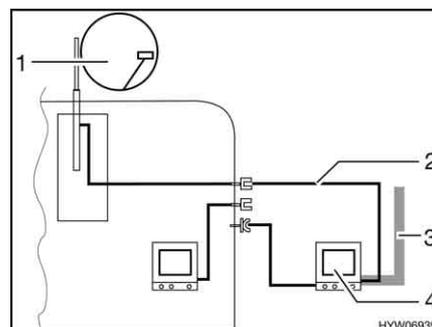

Fig. 156 TV dans l'auvent
- TV dans l'auvent (Fig. 156,4) : Raccord à l'antenne sur le toit (Fig. 156,1) avec câble d'alimentation (Fig. 156,2)
- TV dans l'auvent (Fig. 156,4) : Raccord à l'antenne extérieure (Fig. 156,3)